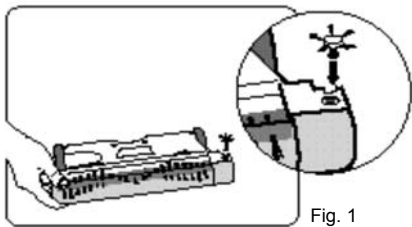

Fig. 1
1. Insertar la herramienta para bordes en el orificio cuadrado en la parte de abajo de la base del cabezal. Presionar suave pero firme hasta que enganche en posición. (Ver la Fig. 1)